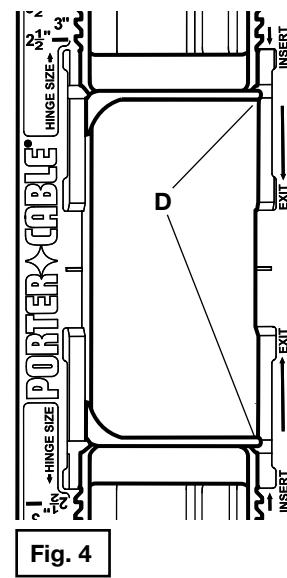

Fig. 4
For 5/8" radius hinge, position guides (C) as shown in Fig. 3. For 1/4" radius and square corner hinges, position guides (D) as shown in Fig. 4.
Pour les charnières à coins rayon (15,7 mm) 5/8 po, positionner les guides (C) comme indiqué à la Fig. 3. Pour les charnières à coins rayon (6,4 mm) 1/4 po et à coins carrés, positionner les guides (D) comme indiqué à la Fig. 4.
Para las bisagras de 15,9 mm (5/8") de radio, coloque las guías (C) como se muestra en la Fig. 3. Para las bisagras de 6,3 mm (1/4") de radio y esquina en escuadra, coloque las guías (D) como se muestra en la Fig. 4.